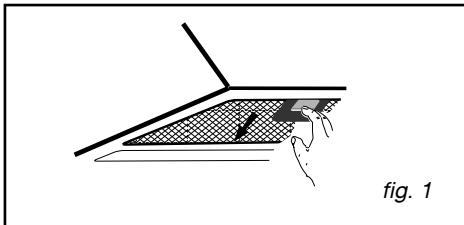

fig. 1
- Poussez la poignée intégrée du filtre cassette (fig.1).